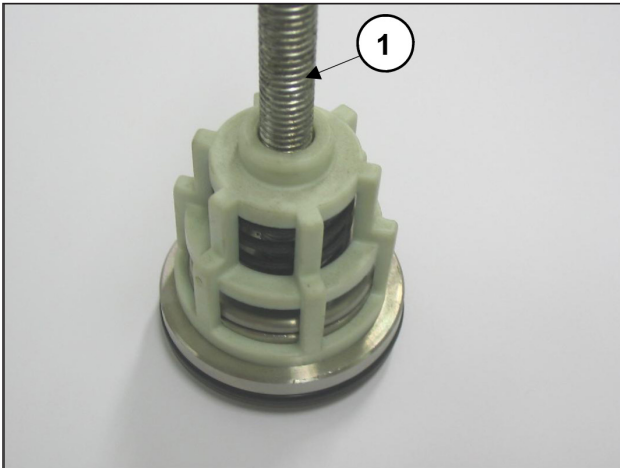

Fig. 17
- Démontez les groupes de la soupape d'aspiration et de refoulement en vissant une vis M8 suffisamment longue de sorte à pouvoir agir sur le plateau des soupapes et à extraire le guide de la soupape de son siège (Fig. 17, rep. ①).